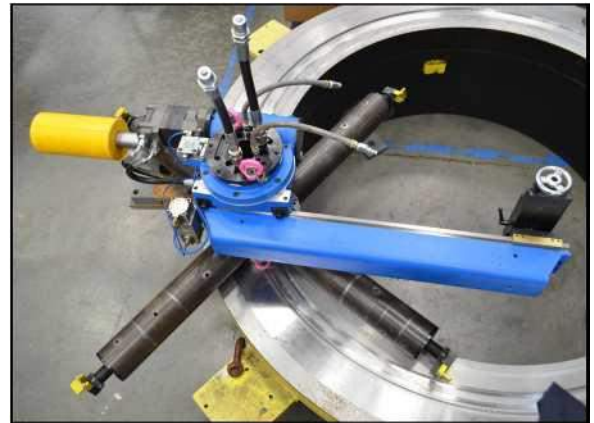

Abbildung 3-4. Stellen Sie den Dreharm ein
4. Stellen Sie den Dreharm und das Gegengewicht des Arms auf den richtigen Durchmesser ein (Abbildung 3-4). Siehe Kapitel 3.9 und 3.10 für weitere Informationen zur Einstellung des Dreharms und Gegengewichtes.